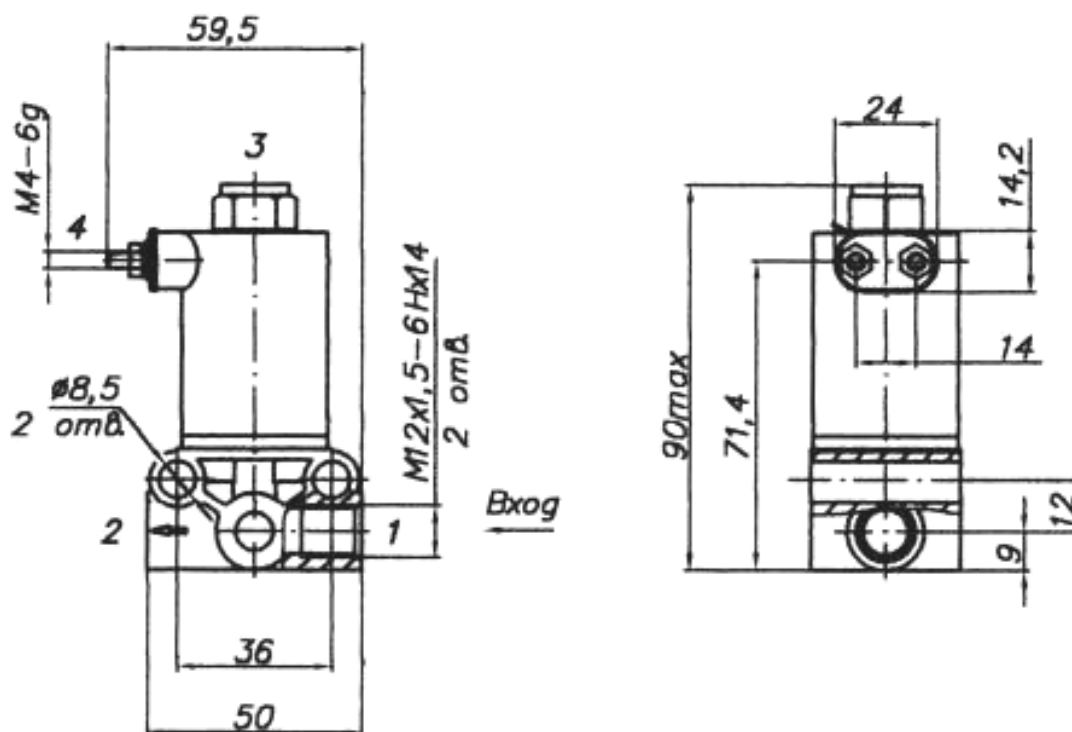

Рис. 76 Клапан электромагнитный
4. КЛАПАН ЭЛЕКТРОМАГНИТНЫЙ (рис. 76)